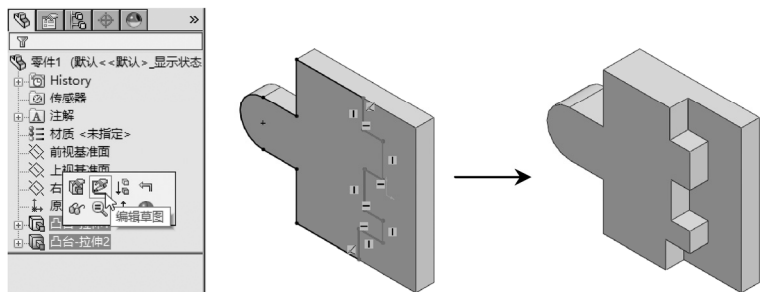

图 3-154 重定义特征草图
- **重定义特征草图:** 可以直接重定义特征草图来编辑特征。右键单击要进行重定义的特征,在弹出的快捷工具栏中单击“编辑草图”按钮,将进入此特征的草绘模式,然后对草图进行修改即可达到编辑特征的目的,如图 3-154 所示。